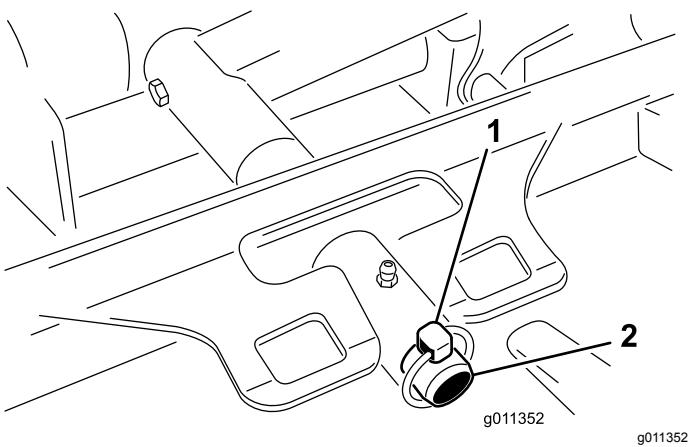

Bild 82
3. Entfernen Sie den Klappstecker oder die Befestigungsmutter (nur Groundsmaster 4700), mit dem bzw. der der Mähwerkträgerrahmen am Lagerbolzen des Hubarm befestigt ist (Bild 82).
3. Schieben Sie den Mähwerkträgerrahmen auf den Lagerbolzen am Hubarm. Befestigen Sie es mit dem Klappstecker oder der Befestigungsmutter (nur Groundsmaster 4700) (Bild 82).